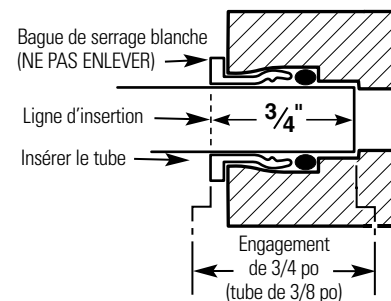

Fig. 7
3. Poussez fortement le tuyau dans chaque raccord du distributeur jusqu'à ce que la ligne soit au niveau du collier de raccord. (Si le tuyau est enlevé, recoupez l'extrémité, mesurez, marquez et ré-insérez). Le tuyau doit être bien inséré pour éviter les fuites (Fig. 7). **(Pour enlever le tuyau : Pressez et tenez le collier blanc; tirez le tuyau pour l'enlever.)**